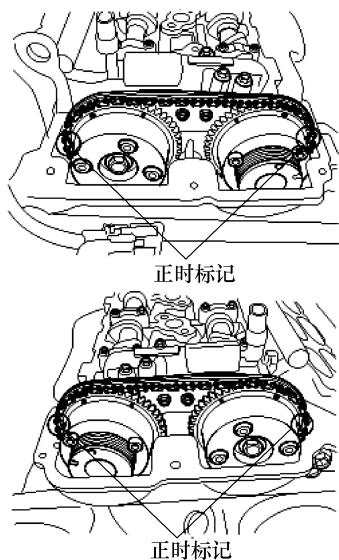

图 9-26 对齐凸轮轴正时标记
② 检查凸轮轴正时链轮的标记是否与气缸盖表面对齐，如图 9-26 所示。